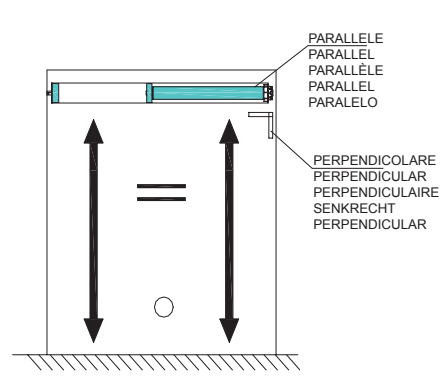

Fig.10
i. Pour des raisons de sécurité, un fil de terre jaune et vert est prévu parmi les fils d'alimentation ; le mettre à la terre avant toute utilisation du moteur (**Fig.10**).